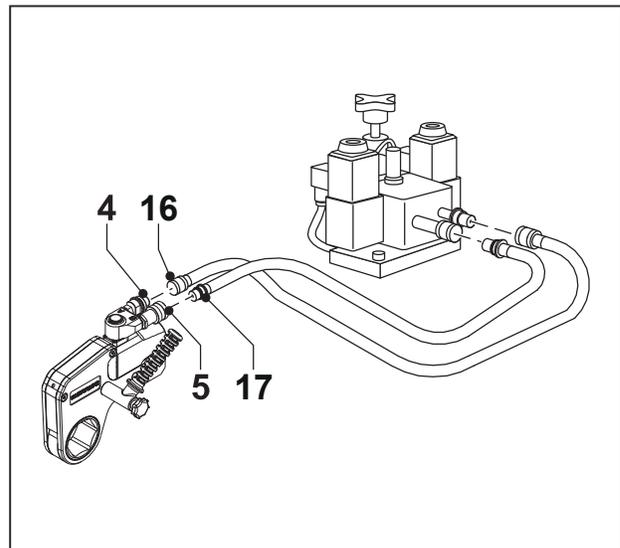

Fig. 8
3.5 Raccordement des flexibles (fig. 8)